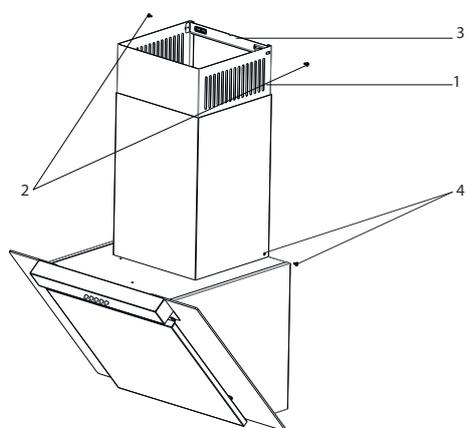

Fig. 12
I piatti in lamiera interni ed esterni sono assemblati uno dentro l'altro (Fig. 12).
- La cappa si trova nel mezzo, ed il piatto di collegamento della canna fumaria (3) va direttamente fissato alla parete, sotto la copertura o nei punti E ed F che sono stati contrassegnati dopo aver eseguito una misurazione ().
- Canna Fumaria Interna utilizzare 1 vite per tirare 2 in alto a sinistra e avvitare sul piatto di collegamento della canna fumaria (3) da sinistra e da destra. (Fig. 12).
- Fissare con due viti (4) alla canna fumaria esterna sulle piastre di collegamento sinistra e destra sul retro del corpo della cappa, dal basso (Fig. 12).